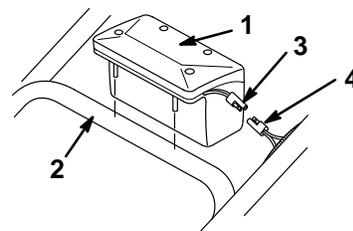

Figure 7
2. Présenter les tiges du bac à batterie face aux trous du mancheron inférieur, et enfoncer les tiges dans les trous jusqu'à ce que le bac à batterie se mette en place avec un déclic (Fig. 7).
3. Enficher le connecteur des fils de batterie dans celui du faisceau électrique sortant du tube cannelé (Fig. 7).